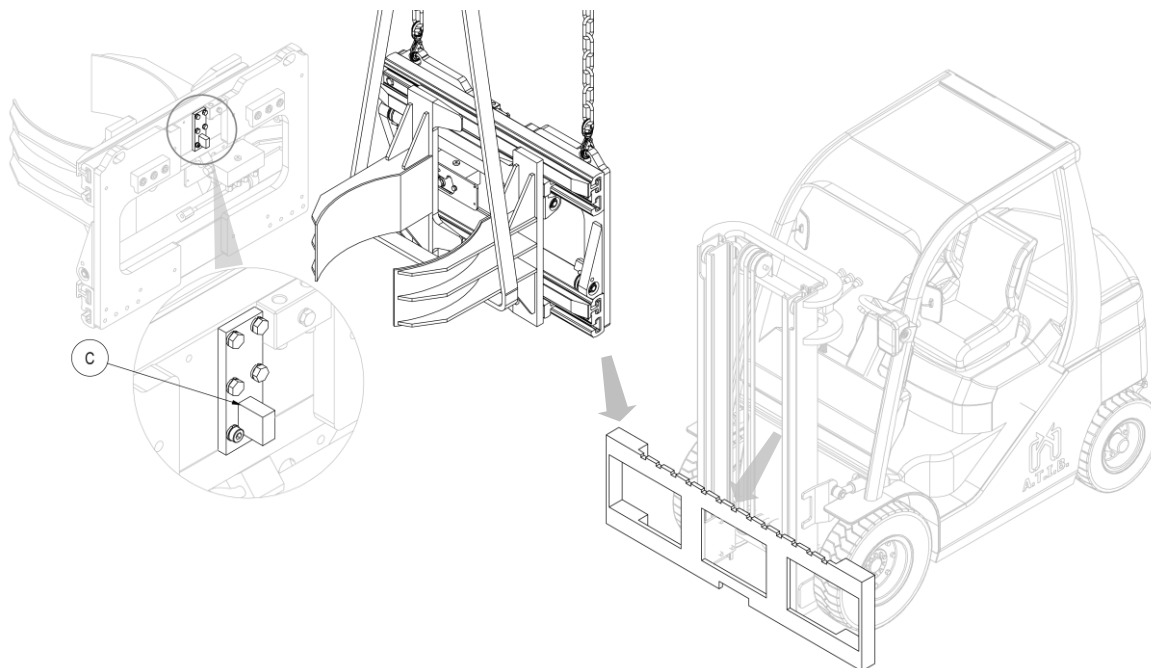

Figura 3
6. Enganche el implemento desde el punto de agarre superior con un puente grúa colóquelo en la placa porta horquillas, teniendo cuidado de encajar el diente de centrado **C** en la muesca central de la placa (mira *Figura 3*).